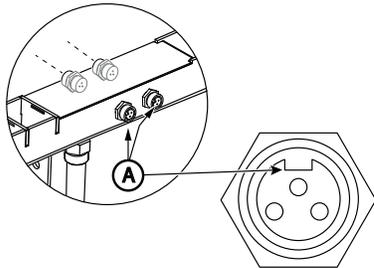

Figure 13. Connecteur femelle DIN à 3 broches
1. Localiser les quatre connecteurs femelles DIN à 3 broches à verrouillage par clé sur la barre en T comme illustré dans Figure 13.
2. Ensuite, localiser la fente ou la clé (A) sur chaque connecteur femelle, comme illustré dans Figure 13.